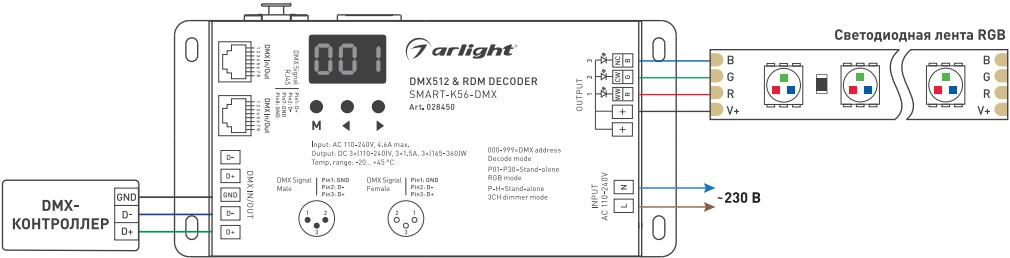

Рисунок 1. Подключение декодера SMART-K56-DMX
- 3.2. Подключите контроллер согласно схеме [рисунок 1].